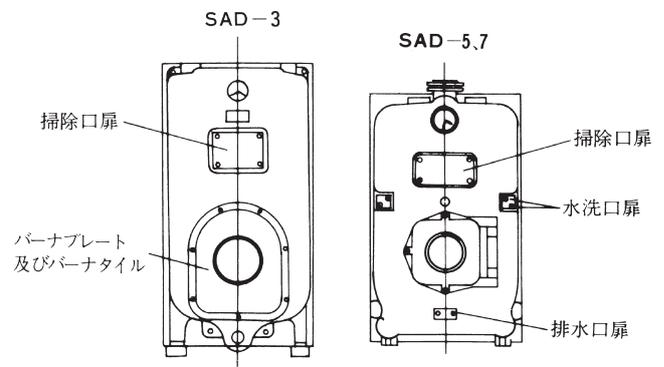

図2
（図2）コントロールモーターのリンク
3. 扉類の取外し (図2参照)